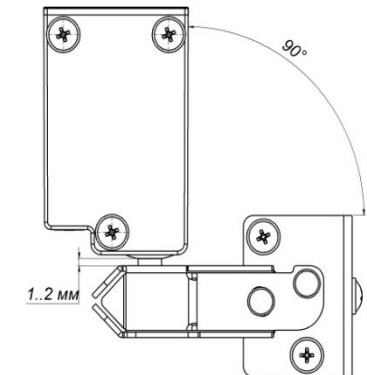

Рис. 4. Взаимное расположение механизма замка и ответной планки
3. При закрытой двери установить замок вертикально на стенку холодильного шкафа таким образом, чтобы при горизонтальном положении ответной планки шток замка входил в центр отверстия. Зазор между нижней частью замка и ответной планкой 1...2 мм (см. рис. 4). **Внимание!** Ответная планка имеет люфт вверх-вниз 10 мм. Перед креплением замка убедиться, что ответная планка находится в среднем положении. Закрепить замок (механизм) на стенке шкафа через продольное отверстие одним саморезом 4,2x32. Продольный паз служит для возможности регулировки механизма вперед-назад. Убедиться, что шток легко входит и выходит из круглого окна ответной планки. После этого закрепить механизм окончательно двумя саморезами 4,2x32.